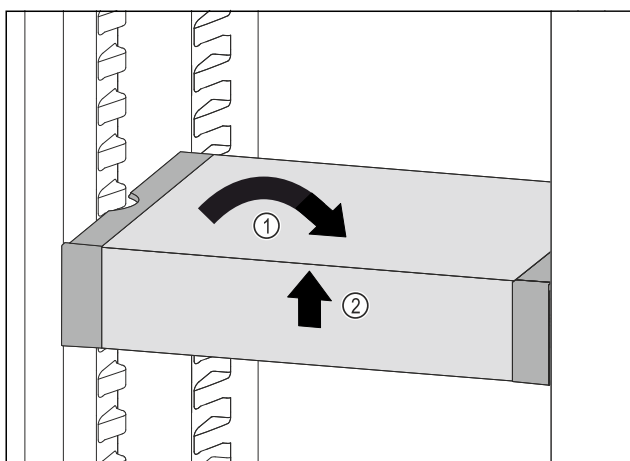

Fig. 90
- Coloque el VarioSafe en posición recta. Fig. 90 (1)
- Levante el VarioSafe por delante. Fig. 90 (2)